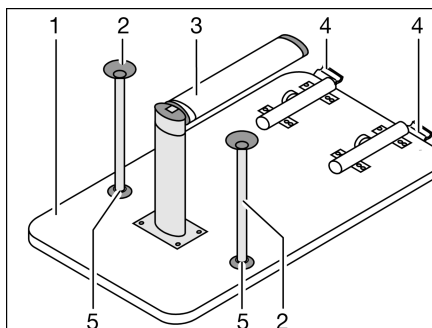

Bild 95 Bettunterbau
- Die Tischplatte (Bild 95,1) vorn ca. 45° anheben.
- Den unteren Teil des Gelenkstützfußes (Bild 95,3) um 90° umklappen. Dazu je nach Modell den unteren Teil des Gelenkstützfußes nach unten ziehen oder den Entriegelungsknopf drücken.
- An der Verriegelung (Bild 95,4) den Entriegelungsknopf drücken.
- Je nach Modell die beiden zusätzlichen Stützfüße (Bild 95,2) in die Aufnahmen (Bild 95,5) an der Unterseite der Tischplatte stecken.